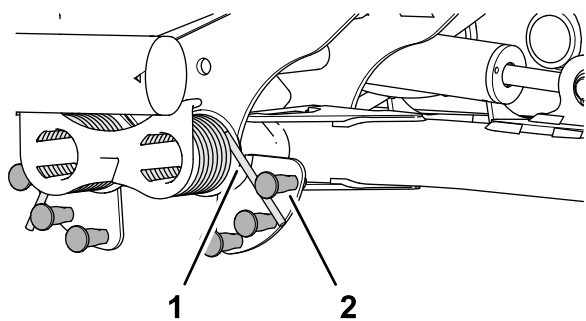

Figure 50
2. Insérez la longue extrémité du ressort de compensation dans un tube ou un objet similaire, et faites pivoter le ressort autour du goujon à épaulement jusqu'à la position voulue (Figure 50).